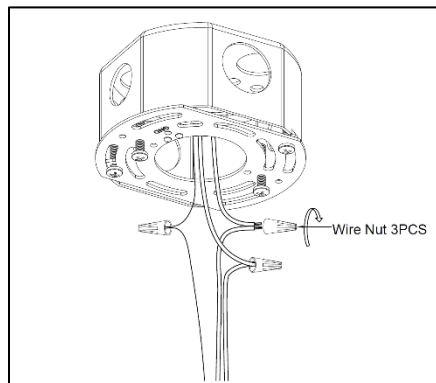

Figure 9
3. Avec l'alimentation coupée, tenez fermement l'assemblage du boîtier du luminaire (2) et connectez le fil de terre en cuivre du luminaire au fil en cuivre nu de la boîte de jonction à l'aide d'un écrou de fil (5) (si le câblage du boîtier ne comprend pas de fil de terre, consultez votre code électrique local pour connaître la méthode de mise à la terre approuvée.) (Voir Figure 9)
4. Utilisez des serre-fils (5) pour connecter le fil noir du luminaire au fil noir d'alimentation et le fil blanc du luminaire au fil blanc d'alimentation. (Voir Figure 9).